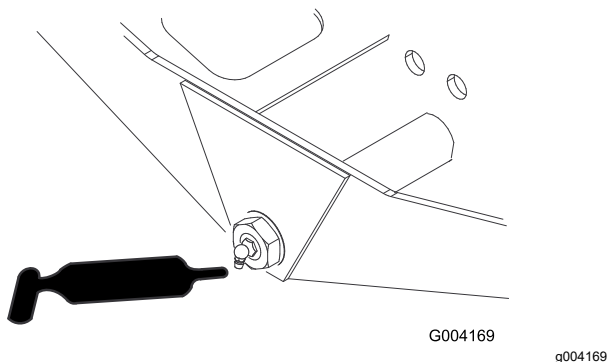

Bild 68
- Achsenlenkzapfen (1)—Bild 68